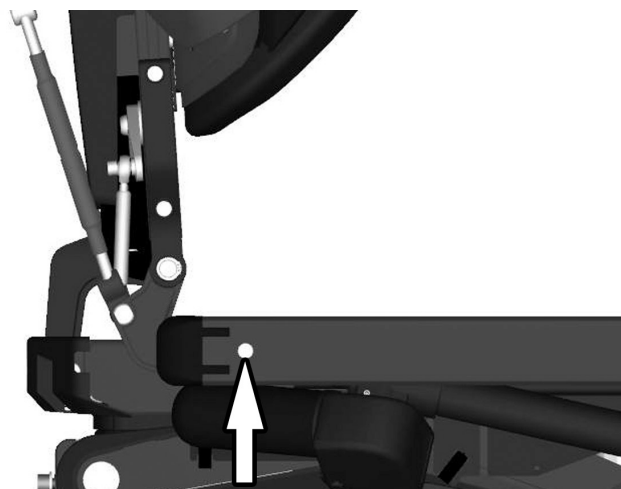

Abbildung 64. Die hintere Befestigungsschraube der UniTrack-Schiene.
5. Hintere Befestigungsschraube der UniTrack-Schiene an der linken bzw. rechten Seite des Sitzes abmontieren. Siehe Abbildung. 64.